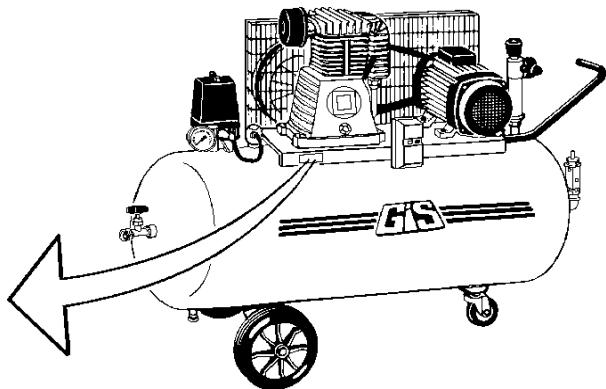

Fig. 1-1
L'elettrocompressore è identificato da una targhetta posta sulla fiancata della lamiera porta motore (fig. 1-1).
Der Elektrokompressor ist mit einem Schild, welches auf der Seite des Halterungsbleches des Motoren sitzt, versehen. (Bild 1-1).
L'électrocompresseur est identifié par une plaquette située sur le côté en tôle de la porte du moteur (fig. 1-1).
El electrocompresor se identifica por una plaqüita situada en el lado en lamera del puertamotor (fig. 1-1).
The electrocompressor is identified through a label attached on the side of the motor-holding plate. (fig. 1-1).
Maskinens identifikasjonsplate er plassert på motorbraketten. (fig. 1-1).
- 1 modello compressore e tipo (rilevabile dalla targhetta di fig. 1-1)
- 2 numero di matricola (rilevabile dalla targhetta di fig. 1-1)
- 3 tensione e frequenza dell'elettrocompressore (rilevabile dalla targhetta di fig. 1-1)
- 1 Kompressor Modell und Typ (sichtbar auf dem Schild von Bild 1-1)
- 2 Immatrikulationsnummer (sichtbar auf dem Schild von Bild 1-1)
- 3 Stromstärke und Frequenz des Elektrokompressors (sichtbar auf dem Schild von Bild 1-1)
- 1 modèle du compresseur et type (lisible sur la plaquette de fig. 1-1)
- 2 numéro de série (lisible sur la plaquette de fig. 1-1)
- 3 voltage et fréquence de l'électrocompresseur (lisible sur la plaquette de fig. 1-1)
- 1 modelo del compresor y tipo (se puede leer en la plaquita de fig. 1-1)
- 2 número de serie (se puede leer en la plaquita de fig. 1-1)
- 3 voltaje y frecuencia del electrocompresor (se puede leer en la plaquita de fig. 1-1)
- 1 type and model of the compressor (it can be read on the plate of fig. 1-1)
- 2 searial number (it can be read on the plate of fig. 1-1)
- 3 voltage and frequency of the electrocompressor (it can be read on the plate of fig. 1-1)
- 1 Model og type (se id.merke fig. 1-1)
- 2 Serienummer (se id.merke fig. 1-1)
- 3 Volt og frekvens (hz) (se id.merke fig. 1-1)